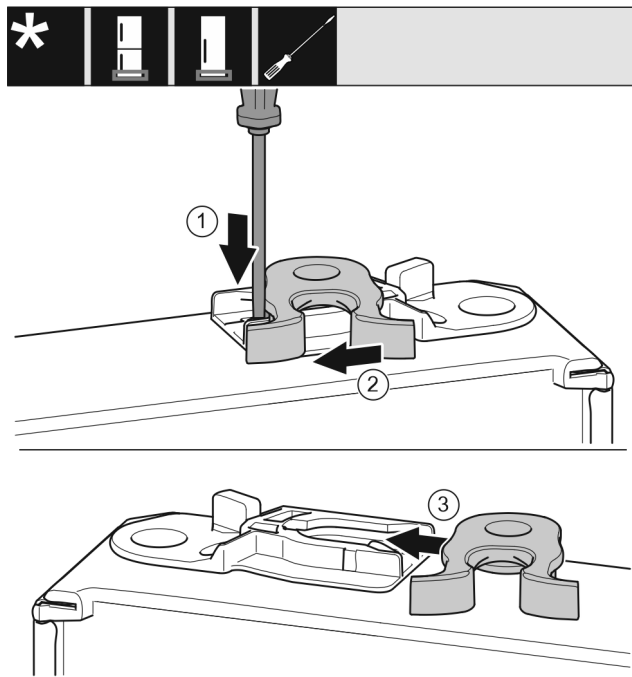

Fig. 18
- ▶ Plochým skrutkovačom zatlačte sponu Fig. 18 (1) nadol.
- ▶ Vytiahnite zatvárací hák Fig. 18 (2) z vedenia.
- ▶ Zasuňte zatvárací hák Fig. 18 (3) na druhej strane do vedenia.